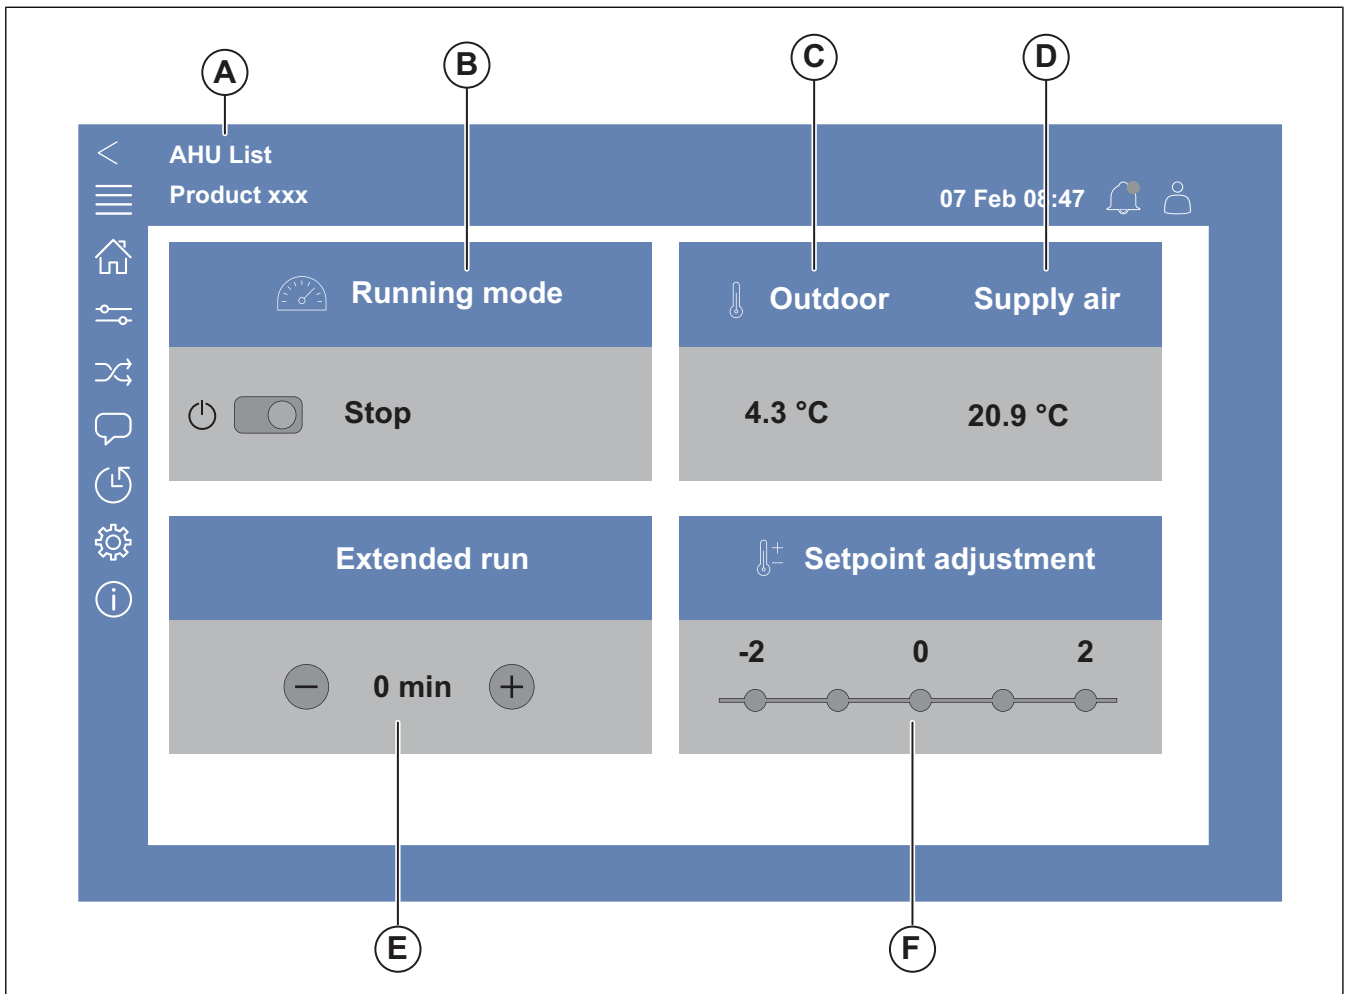

Fig. 1 Page d'accueil
- Appuyez sur la liste de CTA (A), reportez-vous à Fig. 1 Page d'accueil Les produits disponibles sont affichés à l'écran.